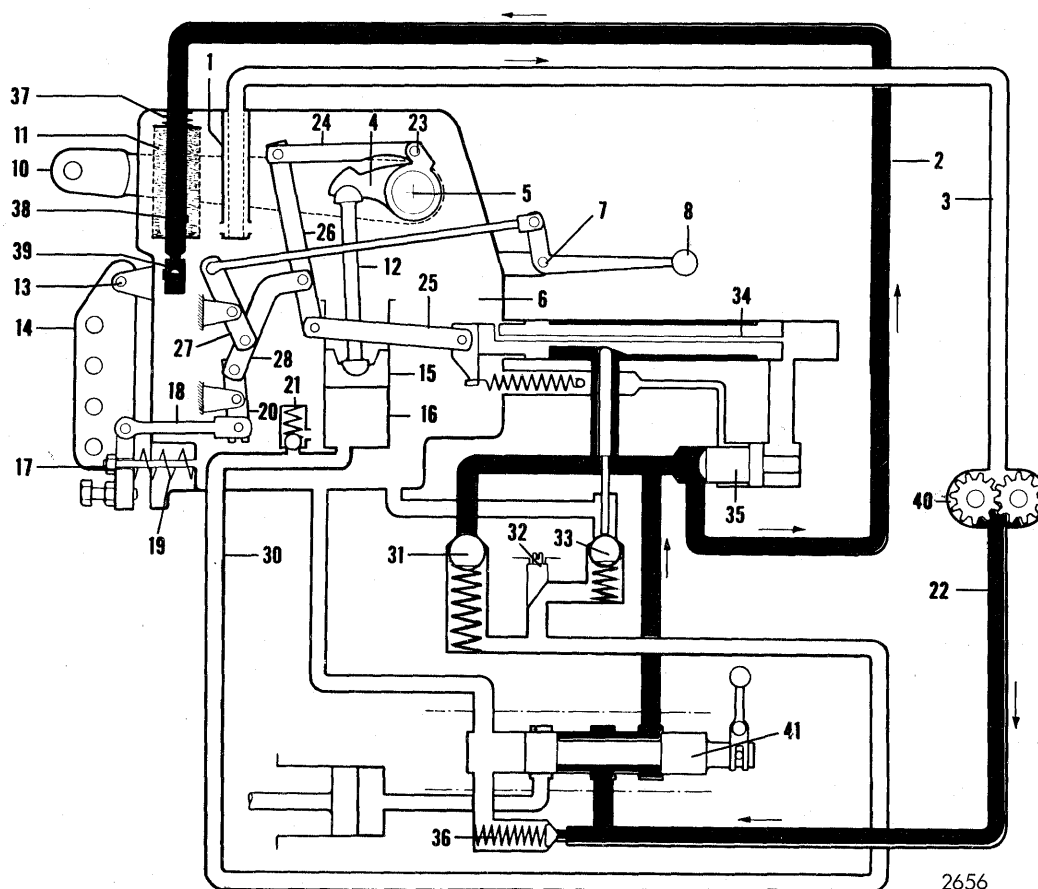

Fig. 28. Skematisk gengivelse af hydraulikanordningen.
Trykstangsophænget er ved regule-ringsstangen (18) og mellemarmen (20) forbundet med den indre arm (28), der er anbragt drejeligt på en af regulerings-grebet styret, excentrisk tap. Den indre arm (reguleringsarmen) (28) er forbundet med løftearmsakslen (5) ved armen (26), leddet (24) og bolten (23), og desuden be-vægeligt forbundet med stangen (25) og glideren (34) - se tillige fig. 28.
I reguleringsventilen (se fig. 28) findes, foruden kanaler for olien, glideren (34), aflastningsventilen (35), sænkeventilen (33), returventilen (31), overstrømningsventilen (36) samt en ventil (32) for regulering af sænkehastigheden. Reguleringsventilen er ved sin bageste ende fastboltet til hydraulikhuset, og de oliekanaler der udmunder i denne ende er derved i direkte forbindelse med hydraulikhuset gennem kanalen i glideren.